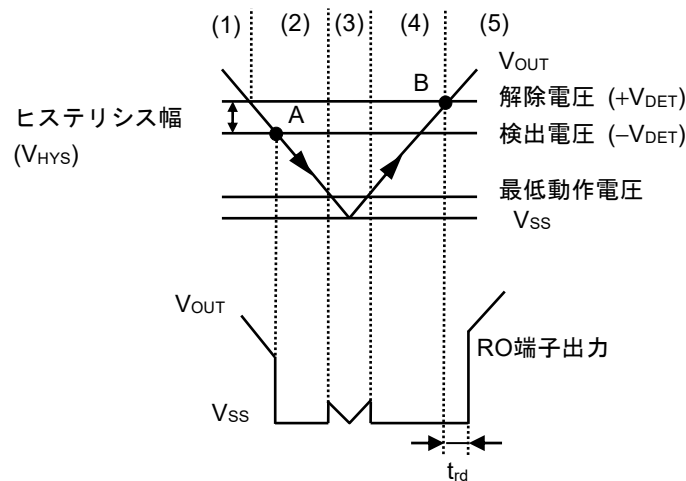

図15 ディテクタ部のタイミングチャート
- (1) レギュレータの出力電圧 (V_{OUT}) がディテクタの解除電圧 ($+V_{DET}$) 以上で、Nchトランジスタ (N1, N2) はオフになり、RO端子に "H" が出力されます。このときPchトランジスタ (P1) はオン状態で、コンパレータ (C1) への入力電圧は $\frac{R_B \cdot V_{OUT}}{R_A + R_B}$ になります。
- (2) V_{OUT} が低下し $+V_{DET}$ 以下になっても、検出電圧 ($-V_{DET}$) 以上であればRO端子に "H" が出力されます。 V_{OUT} が $-V_{DET}$ (図15のA点) 以下になるとC1によって制御されるN1はオンになり、 C_{DLY} が放電されます。DLY端子電圧 (V_{DLY}) がリセット放電しきい値電圧 (V_{DRL}) 以下になるとC2の出力段のN2はオンになり、RO端子に "L" が出力されます。このときP1はオフになり、C1への入力電圧は $\frac{R_B \cdot V_{OUT}}{R_A + R_B + R_C}$ になります。
- (3) V_{OUT} がさらに低下し、ICの最低動作電圧以下になると、RO端子出力は "H" になります。
- (4) V_{OUT} が最低動作電圧以上に上昇するとRO端子に "L" が出力されます。また、 V_{OUT} が $-V_{DET}$ を越えても $+V_{DET}$ 未満の場合には出力は "L" になります。
- (5) さらに V_{OUT} を上昇させ $+V_{DET}$ (図15のB点) 以上になるとN1はオフになり、 C_{DLY} が充電されます。 V_{DLY} が充電しきい値電圧 (V_{DU}) 以上になるとN2はオフになり、RO端子に "H" が出力されます。